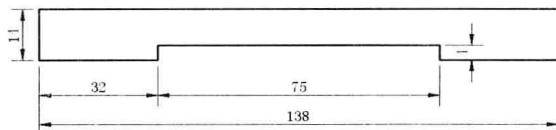

图 11-1-1
- (1) 在“绘图”面板中单击“直线”按钮 L ，绘制图形如图11-1-1所示。